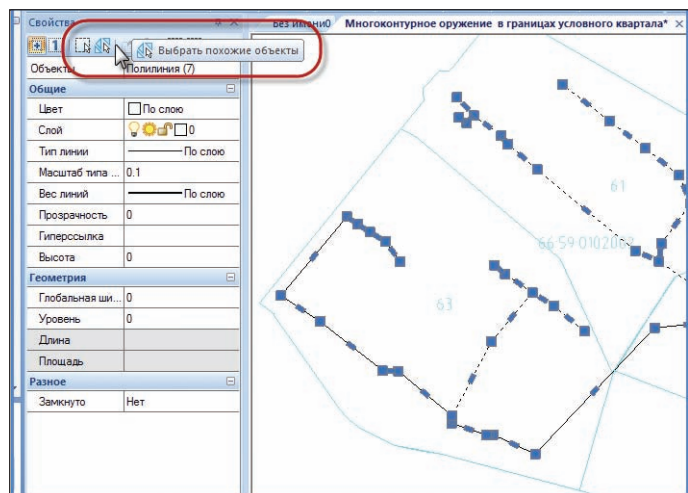

Рис. 4. Групповой выбор объектов в модельном пространстве
3. Создание контура сооружения осуществляется следующим образом. Поскольку геометрия нашего объекта состоит из линейных (надземные конструктивные элементы) и радиальных (колодцы) объектов, необходимо преобразовывать их поочередно. Выбор объектов мы выполним с помощью команды *Выбрать похожие объекты* окна *Свойства*. Это позволит нам выбрать всю группу объектов, а не выбирать каждый объект посредством клика (рис. 4).